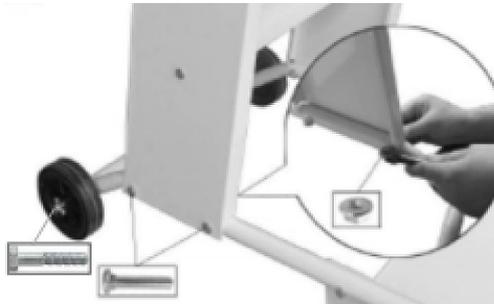

Abb. 4: Räder und Seitenblech montieren
Schritt 2: Befestigen Sie die Räder und die beiden Seitenbleche an der Unterseite des Fahrgestelles mit Hilfe der M8x40 Vierkantschrauben und Muttern (Abb.4).